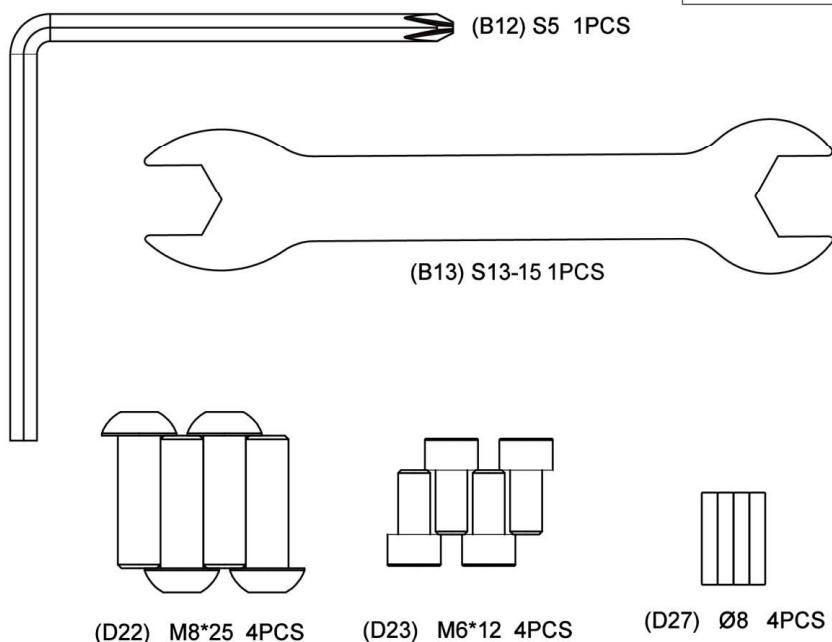

Fig.1
1. Coja el tubo caballete trasero (B) y posiciónelo en el caballete trasero de la maquina, como muestra la Fig.1, e introduzca los tornillos (D22) y las arandelas (D25), (D27) y apriete fuertemente.
Coja el tubo caballete delantero con ruedas (C) y con las ruedas hacia detrás, como muestra la Fig.1, introduzca los tornillos (D22) y las arandelas (D25), (D27) y apriete fuertemente.